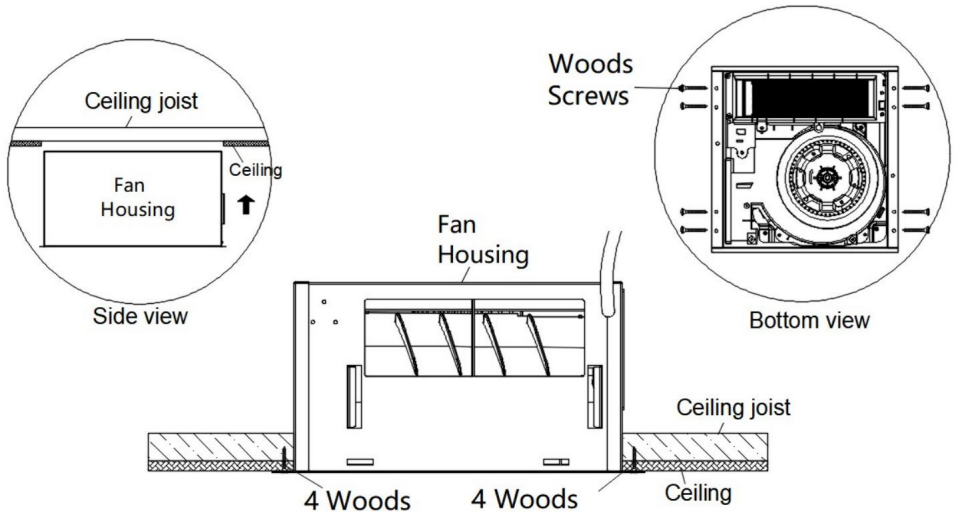

Fig.4.
5. Poussez le boîtier du ventilateur dans le trou du plafond et fixez-le avec 8 vis à bois (verrouillées à travers deux couches de plafond). (Voir la Fig. 4.)